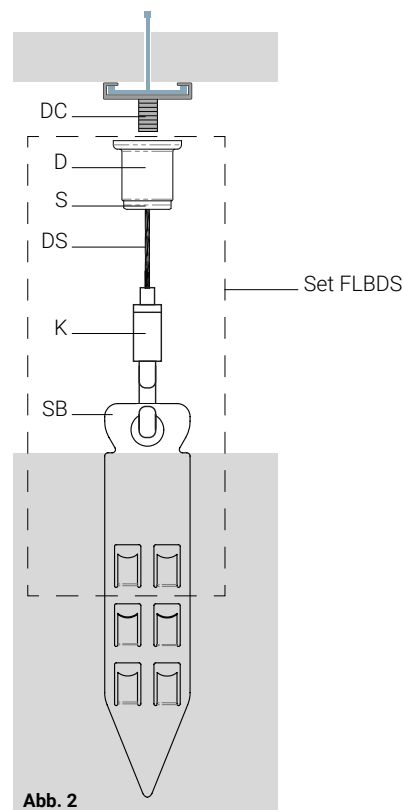

Abb. 2
Die Karabiner (K) am Drahtseil befestigen und das Akustikpaneel einhängen (Abb. 2)